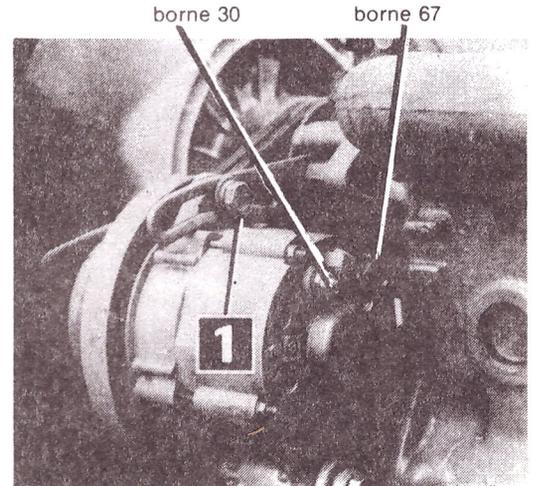

FIG. 48
- Vérifier périodiquement la tension et éventuellement la rétablir en desserrant les vis (1, fig.48) de fixation de l'alternateur et en le faisant tourner vers l'avant.